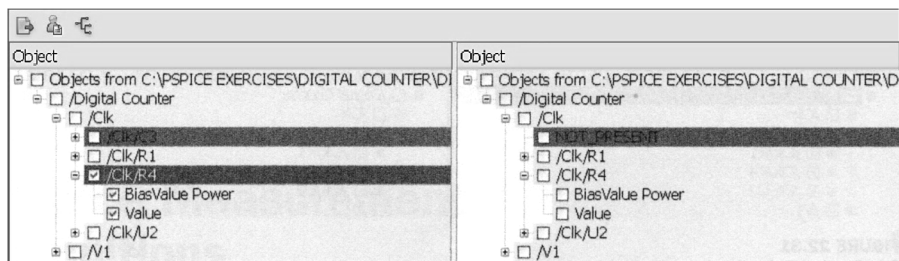

图 22.29 检测到电阻 R4 的参数值进行过修改
3. 展开 / CLK / R4，会看到 Test\_Clock 测试平台和主设计，如图 22.29 所示。可以决定是否接受 R4 的值。对于 R4 的修改后的值将被更新到主设计。偏